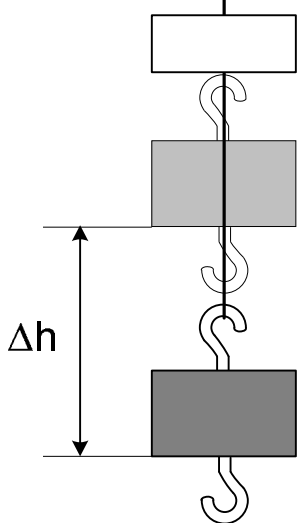

Рис. 5
4. Рукою потягніть важок вниз до тих пір, поки фіксатор не торкнеться обмежувальної дужки динамометра 2 (рис.5). Слідкуйте, щоб фіксатор не змістився зі свого положення.
5. Запам'ятайте положення стрілки покажчика динамометра і виміряйте лінійкою видовження пружини x (рис.5).